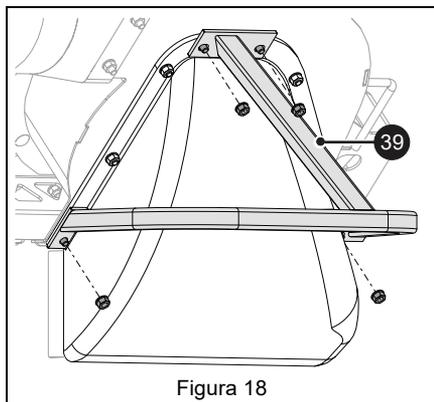

Figura 18
6. Coloque el protector en el soplador (pieza 39) y fíjelo con las tuercas de brida retiradas en el paso 5. Consulte Figura 18.